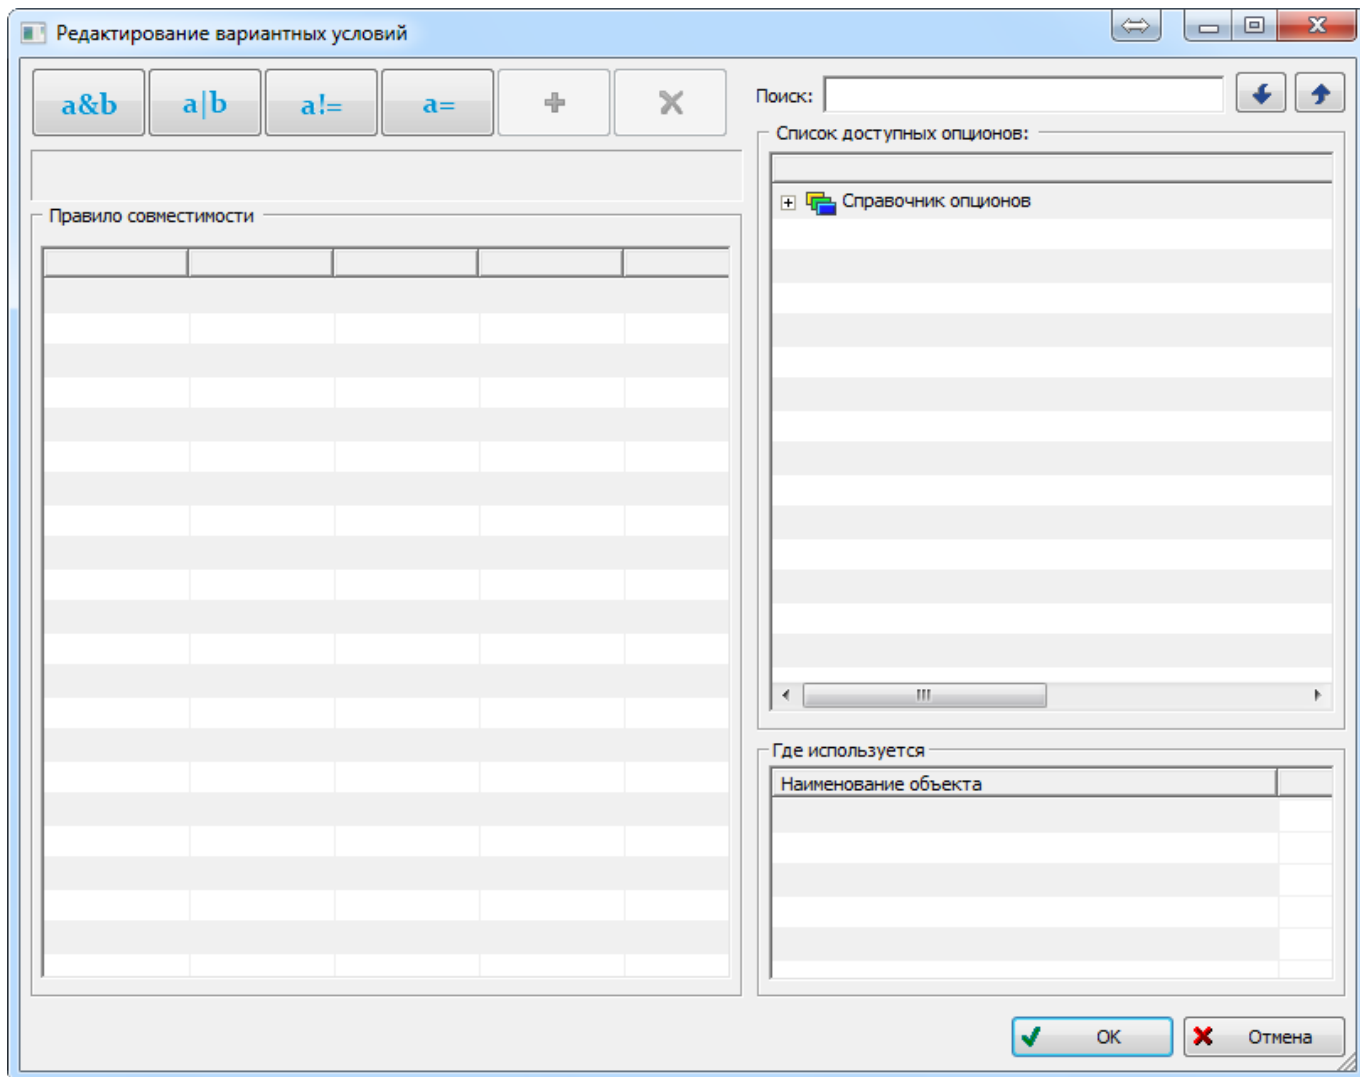

Рис. 10-221 – Окно редактора вариантных правил
3) Нажать кнопку «Вариантное правило» панели «Применяемость» (рис. 10-221).